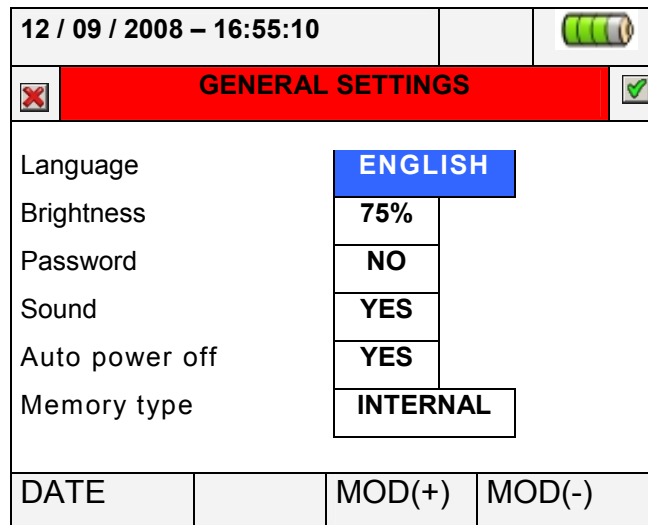

Abb. 9: Bildschirmdarstellung der allgemeinen Einstellungen
1. Drücken Sie Taste **F1** (oder tippen Sie auf **DATE** im Display) auf der Bildschirmdarstellung von Abb. 9. Das Messgerät zeigt nun die folgende Darstellung: